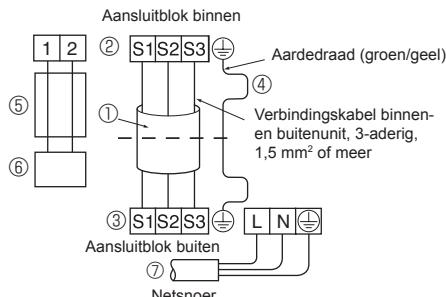

Fig. 7-2
- Leg de bedrading aan zoals aangegeven in het diagram links onderaan. (Schaf de kabel ter plaatse aan). (Fig. 7-2)